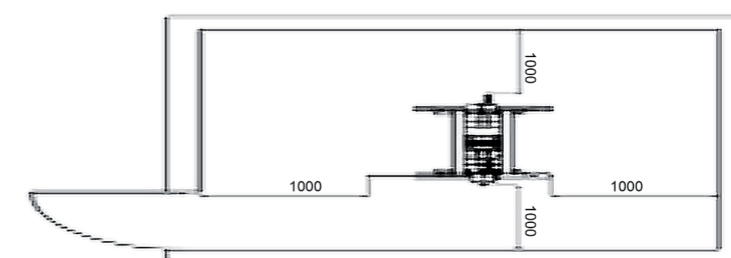

Рис. 4.
4. Рабочая зона размером 1000 мм должна быть свободной как перед прессом, так и за ним во время ее работы, чтобы она всегда была легко доступна (см рис. 4).